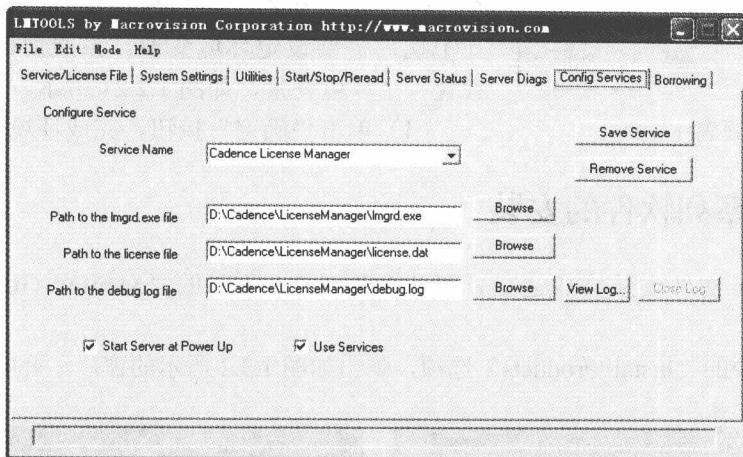

图 1.2.19 “Config Services” 选项卡
(1) 选择“Config Services”选项卡，设置下列参数，如图 1.2.19 所示。